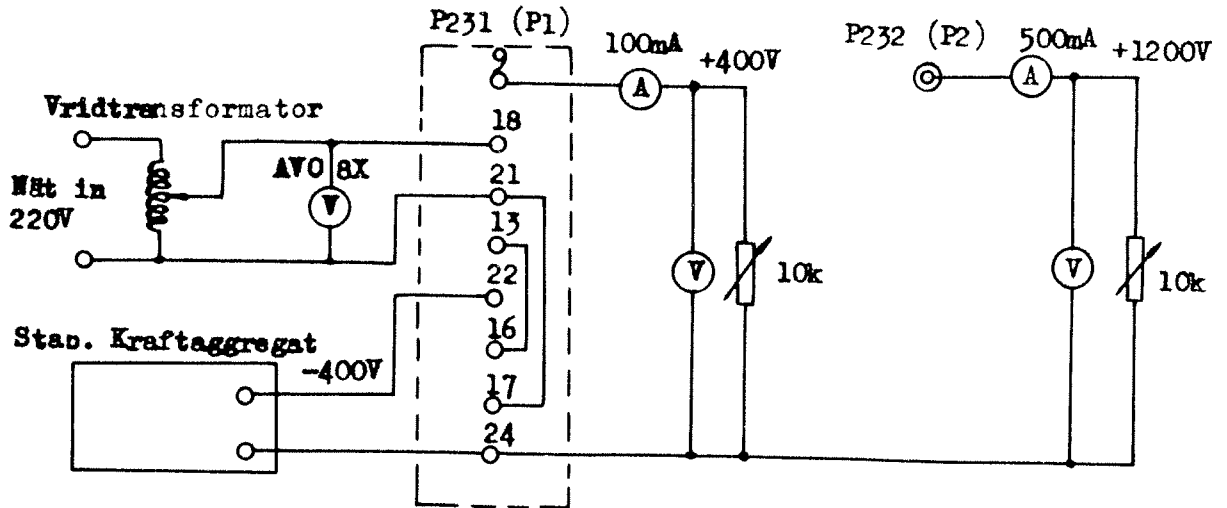

Bild 3
60. Koppla upp provutrustningen enligt bild 3.